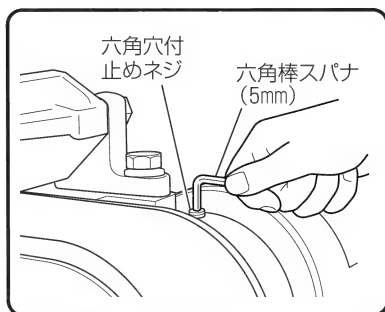

図 16
- (1) 図 16 のように六角穴付止めネジを付属の六角棒スパナ (5 mm) でゆるめ、定盤を垂直位置に動かします。